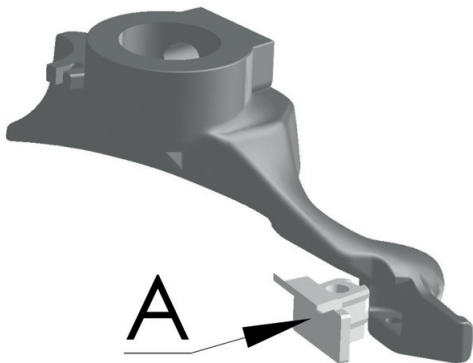

Bild 43
- Montagekopf für Alufelgen (Bild 43) (Optional): Dieser spezielle Kunststoff-Protector wurde zur Verwendung bei Leichtmetallfelgen entworfen.